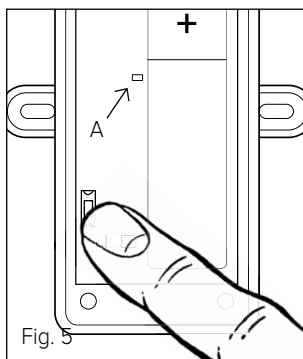

Fig. 5
- Appuyer sur la touche de la carte de la sonde externe jusqu'à ce que la led rouge A s'allume pendant environ 2 secondes (fig. 5). Appuyer de nouveau sur la touche pour envoyer au récepteur la valeur de la température mesurée.